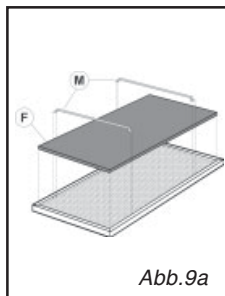

Abb.9a
Die Kohlefilter (F) und die Filterfixierungen (B), die sich am Fettfilter befinden (Abb.9a-9b) entfernen.